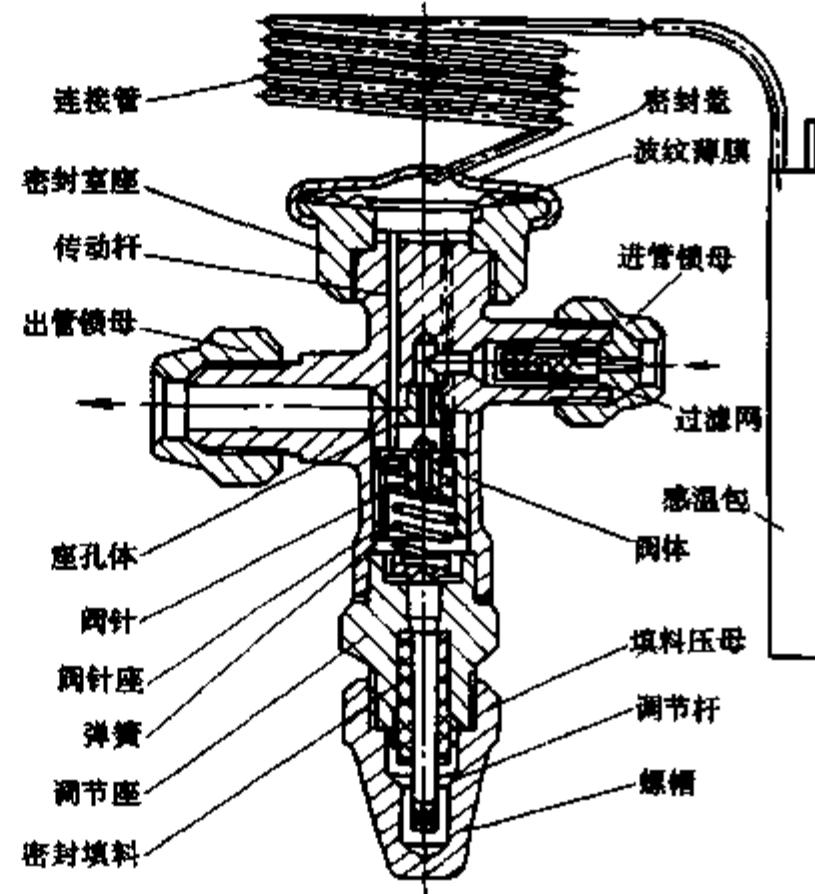

图 2-17 热力膨胀阀的结构示意图
(1) 膨胀阀的结构。热力膨胀阀是根据蒸发器内制冷剂蒸气的温度变化，自动调节进入蒸发器的制冷剂流量，使液体制冷剂在蒸发器内充分地蒸发。它一般由感应机构、阀体和调节三大部分组成，如图 2-17 所示。